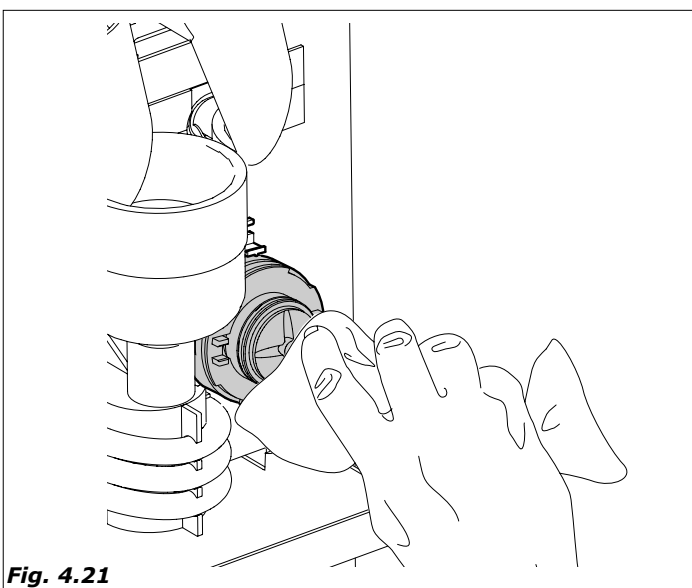

Fig. 4.21
- con un trapo humedecido, (en la solución), limpiar la base de las batidoras (Fig.4.21)